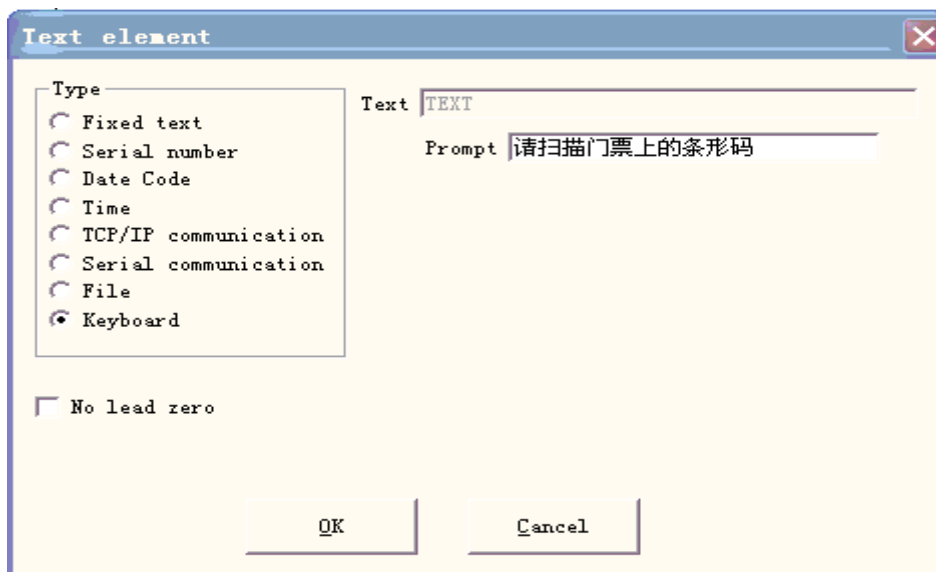

Рис. 4-50-а. Клавиатура.
показано на Рис. 4-50-а:
2. Введите предлагаемое сообщение, нажмите "OK", появится окно Рис. 4-50-б.